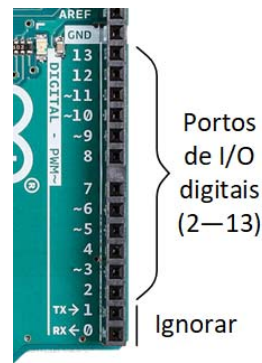

Figura 27 - Portos de I/O digitais associados à plataforma Arduino Uno.
À direita do Arduino Uno, e como se pode ver na Figura 27, existe um conjunto de **13 portos de entrada e saída** do tipo **digital**. Desses 13 portos, e por razões que para já são irrelevantes, apenas serão utilizados os pinos ② a ⑬.